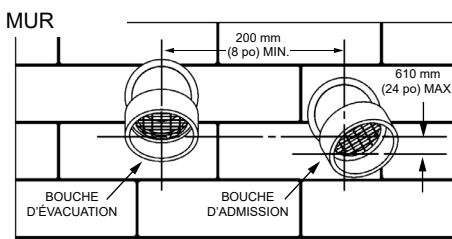

Figure 29. Dégivrage pour une évacuation murale*
Important : Pour les évacuations à travers un mur, les spécifications suivantes relatives au placement des extrémités doivent être respectées. Voir **Figure 29**.
4. Pour éviter la recirculation des gaz de combustion, la bouche d'admission d'air peut être tournée à l'écart de la bouche d'évacuation. Voir **Figure 29**.